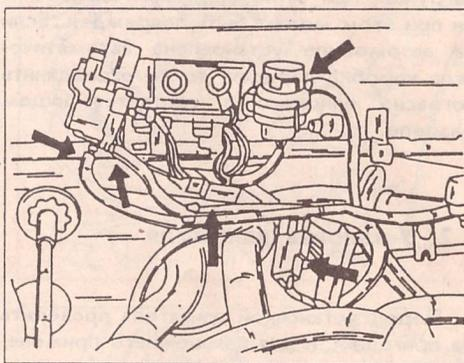

Рис. 7. Рассоединить соединения, показанные стрелками.
- У двигателя с ручной коробкой передач отсоединить вакуумный шланг от вакуумной коробки и кабель от электромагнитного выключателя. На рис. 7 показаны расстыковываемые соединения. У автомобиля с автоматической коробкой передач отсоединить шланги охладителя масла. Замаркировать шланги для избежания ошибок при сборке. Закрывать отверстия шлангов заглушками и привязать их, направив вверх.